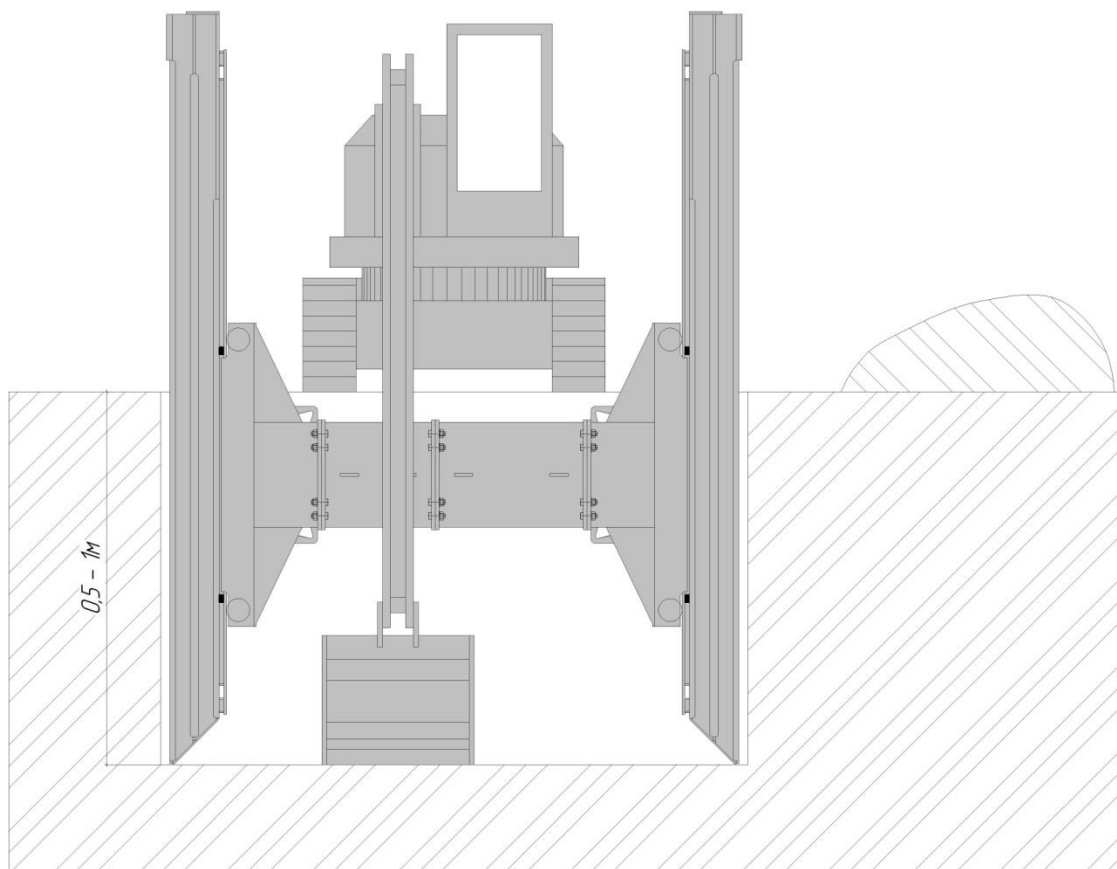

Рисунок 4
3.2.3 Необходимо предварительно сделать траншею в грунте на глубину не более 0,5 – 1м (см. рисунок 4).